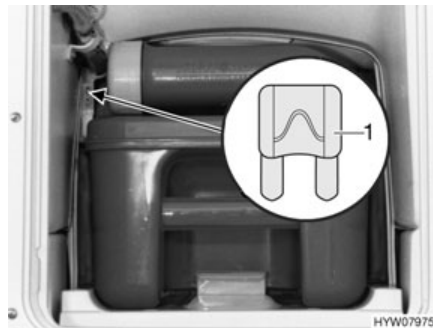
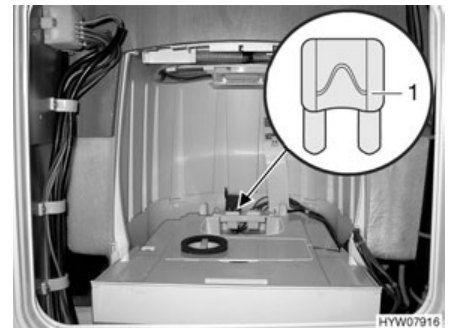

Fig. 171 Fusible des toilettes Thetford
Fig. 172 Fusible des toilettes Thetford (alternative)
- Changer le fusible (Fig. 171,1 ou. Fig. 172,1).